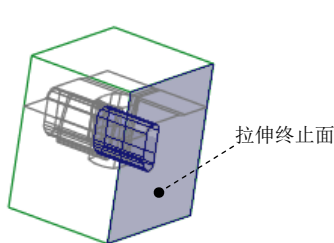
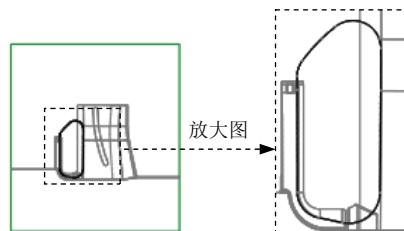

图 17.21 创建拉伸曲面
图 17.22 截面草图
Step3. 通过拉伸的方法创建图 17.21 所示的曲面。
(1) 单击 **分型面** 功能选项卡 **形状** 区域中的 **拉伸** 按钮, 此时系统弹出“拉伸”操控板。
(2) 定义草绘截面放置属性。右击, 选取菜单中的 **定义内部草绘...** 命令; 选择 MOLD_FRONT 基准平面为草绘平面, 然后选取 MOLD_RIGHT 基准平面为参考平面, 方向为 **右**。然后单击 **草绘** 按钮。
(3) 进入草绘环境后, 利用“投影”命令绘制图 17.22 所示的截面草图。
(4) 设置深度选项。
① 在操控板中选取深度类型 (到选定的)。
② 将模型调整到合适的视图方位, 选取图 17.21 所示的坯料表面为拉伸终止面。
③ 在操控板中单击 **选项** 按钮, 在“选项”界面中选中 ☒ 封闭端 复选框。
(5) 在操控板中单击  按钮, 完成特征的创建。
(6) 在“分型面”选项卡中单击“确定”按钮, 完成分型面的创建。